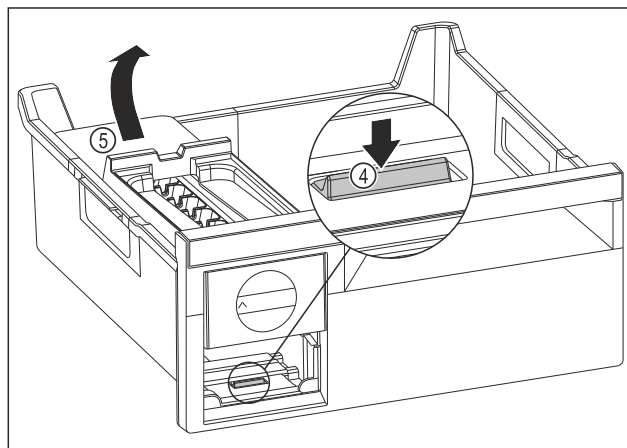

Fig. 143
- Odoberte korpus EasyTwist-Ice: Strmeň Fig. 143 (4) zatlačte prstom nadol a súčasne druhou rukou zdvihnite zozadu korpus EasyTwist-Ice Fig. 143 (5).